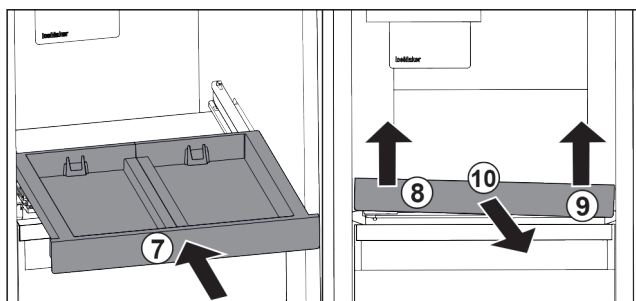

Fig. 125
- ▶ 推入拉出式搁板。 Fig. 125 (7)
- ▶ 抬起抽屉左前部。 Fig. 125 (8)
- ▶ 抬起抽屉右前部。 Fig. 125 (9)
- ▶ 向前取出拉出式搁板。 Fig. 125 (10)